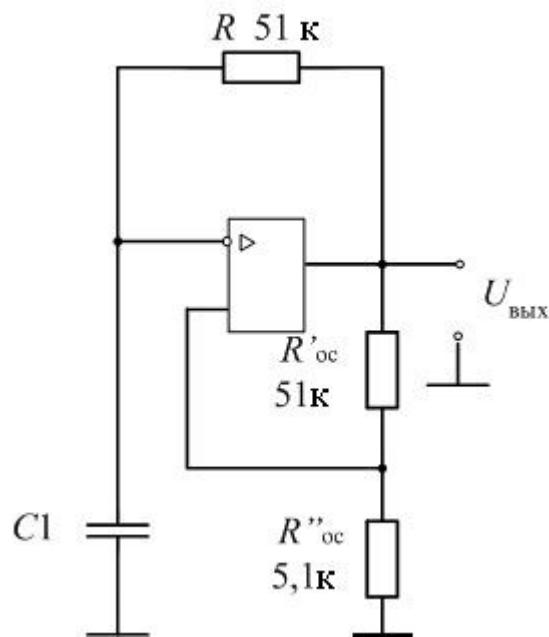

Рис. 5.13. Мультивибратор на ОУ
– Соберите схему рис. 5.13, емкость конденсатора $C1$ установите 0,1 мкФ.